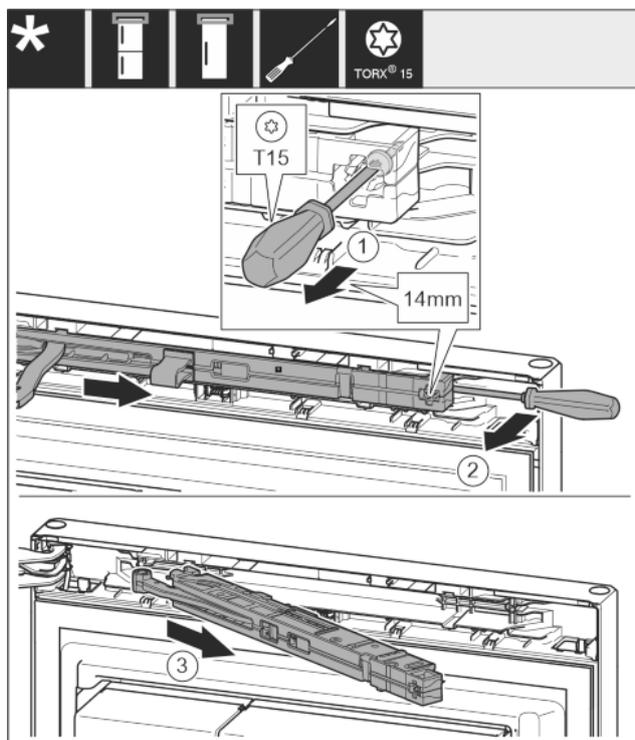

Fig. 9
- ▶ Desserrer la vis de l'amortisseur de fermeture de 14 mm environ avec un tournevis T15. Fig. 9 (1)
- ▶ Avec un tournevis, accéder à la partie postérieure de l'amortisseur de fermeture du côté de la poignée et faire pivoter en avant. Fig. 9 (2)
- ▶ Sortir l'amortisseur de fermeture. Fig. 9 (3)